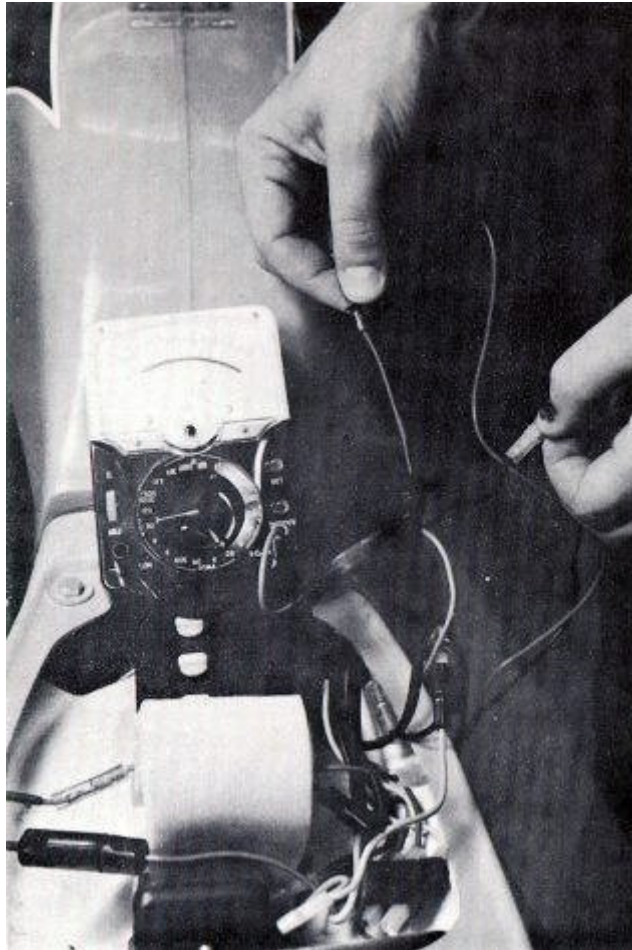

FIG. 144
8. Clip uno de los cables del óhmetro al cable azul que sale del estator del magneto y el otro conductor al cable negro. (Fig. 144) Lea el medidor, y luego invertir los cables del óhmetro. En el Stiletto, TT y DMR, la lectura en cualquier dirección no debe ser